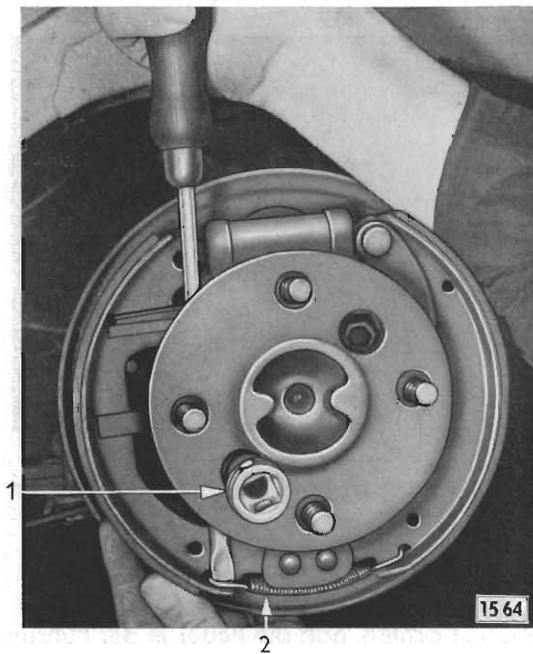

Bild 17 - Untere Rückzugfeder aus einer Bremsbacke aushängen
3. Untere Rückzugfeder (17/2) mit langem Schraubenzieher aus einer Bremsbacke aushängen. Dabei Steckschlüssel (17/1) für Muttern der Bremsträgerplatte an Hinterachstragrohr auf untere Mutter aufstecken und Schraubenzieher am Steckschlüssel abstützen (Bild 17). Rückzugfeder aus der anderen Backe aushängen.